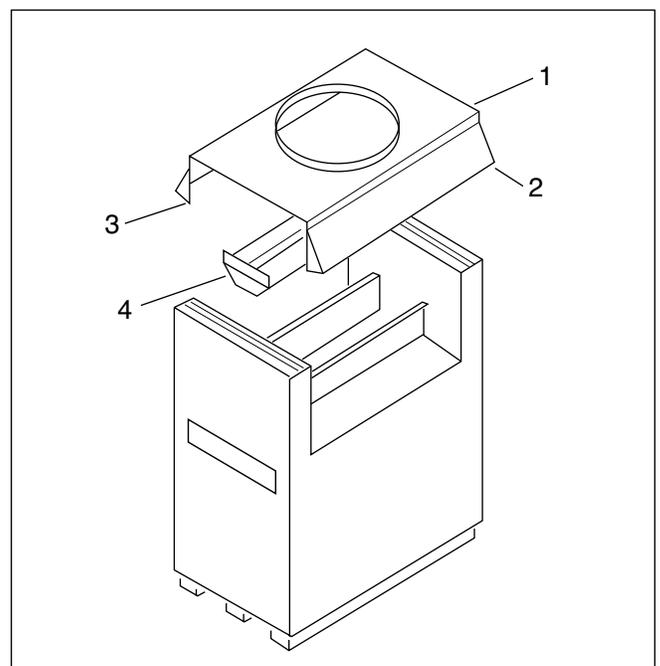

Figure 12. Dépose de pièces pour chaudières intérieures.
Veuillez lire les instructions ci-après avec la Figure 12.
- Déposez le panneau supérieur (1) (voir Figure 12).
- Déposez les panneaux supérieurs avant et arrière (2) (voir Figure 12).
- Déposez les ailes avant et arrière G et D (3) (voir Figure 12).
- Déposez le coupe-tirage (4) (voir Figure 12).